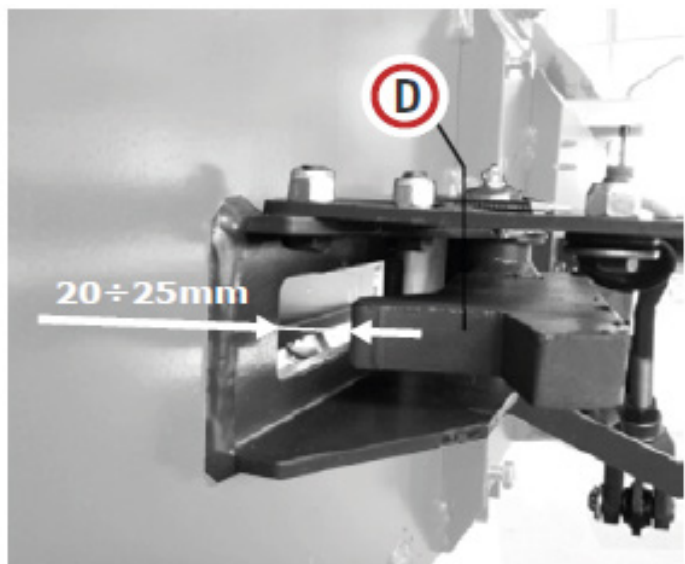

Fig.15
Todas las máquinas Cicoria están completamente equipadas con dispositivos de seguridad y protección y la barra de bloqueo (D) (Fig. 15) es una de ellos. Ha sido ensamblada en el lado izquierdo de la máquina y ha sido diseñada para bloquear la carrera del pistón. Opera para proteger las agujas cuando el pistón podría correr sobre ellas debido a falta de sincronización entre el pistón y las agujas. También puede llevar al rompimiento del perno de seguridad del volante para evitar cualquier daño a la máquina.
2. La barra de acoplamiento (I), que está conectada directamente al rodillo (H), mantiene la barra de bloqueo fuera de la cámara de compresión.
3. En este punto, establezca la distancia de entre 20 y 25 mm entre la barra de bloqueo y el costado de la cámara de compresión (Fig. 15).